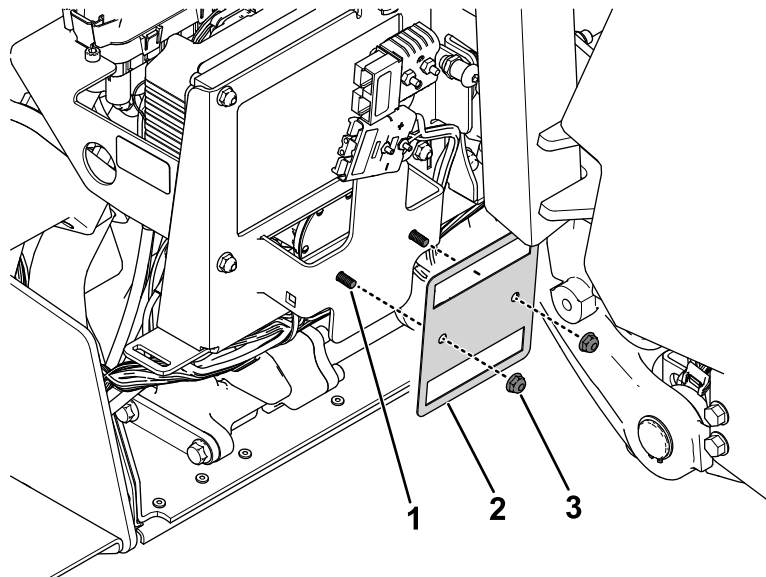

**Bild 35**
2. Entfernen und bewahren Sie die Sicherungseinheiten (Sicherungen und Kabel) vom Sicherungshalter auf (Bild 35).
4. Montieren Sie die Sicherungsbaugruppen an der neuen Sicherungshalterung (Bild 35).